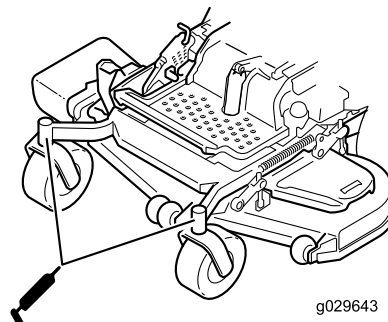

Figure 48
11. Remettez le bouchon hexagonal et le capuchon antipoussière en place (Figure 48).
12. Graissez les roulements des roues pivotantes (Figure 48).